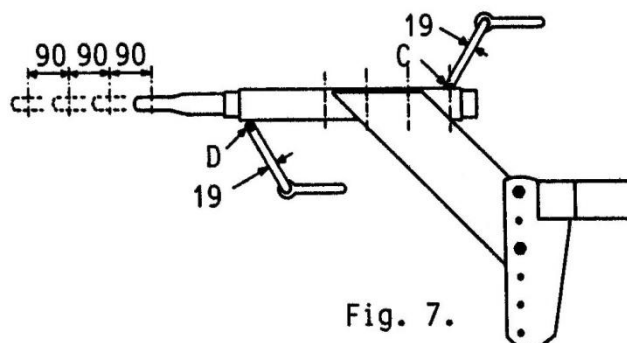

Fig. 7.
3. Indstilling (Fig. 7) foretages ved at demontere bolt C, og løsne bolt D. Indstil trækstangen længde til passende hul C og fastspænd bolt C. Spænd bolt D. Skub nu maskinen hen til traktoren og monter trækbolten i trækgaflen.